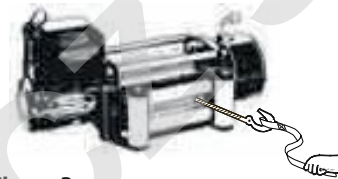

Figura 3
- ALÉJESE DEL CABRESTANTE, DEL CABLE METÁLICO BAJO TENSION Y DEL GANCHO AL OPERAR EL CABRESTANTE. Nunca coloque su dedo a través del gancho. Si su dedo llegase a quedar atrapado en el gancho, usted podría perder su dedo. Al guiar el cable metálico hacia adentro o hacia afuera **USE SIEMPRE EL PROTECTOR DE MANOS** (Ver la figura 3).